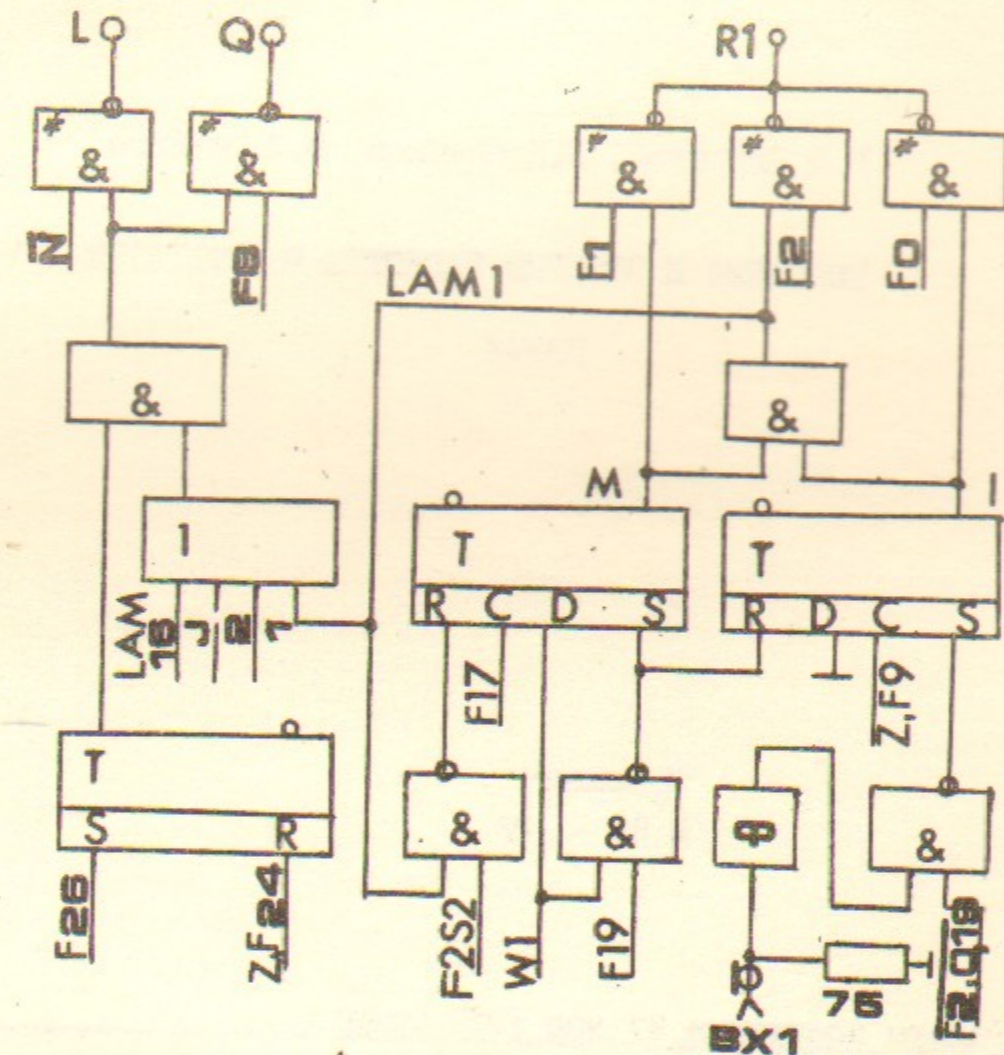

РИС.3
Блок содержит (рис.3) схему входных формирователей, входной регистр (I), регистр - маску (M), схему "И" для каждого разряда ( $I \cdot M$ ) и схему интерфейса.